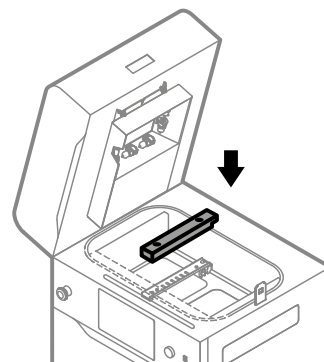

Abb. 12.60 Bringe die schwarze Abdeckung des Recoaters wieder an und ziehe die Schrauben fest.
18. Bringe die schwarze Abdeckung des Recoaters wieder an (Abb. 12.60).